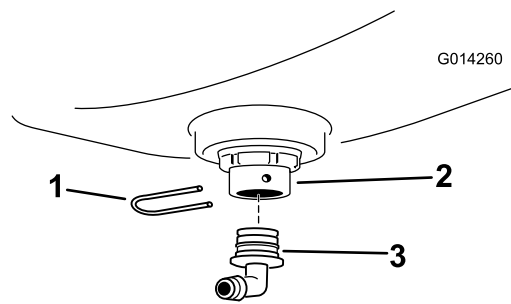

Bild 5
6. Montieren Sie ein gezahntes 90°-Anschlussstück am Schottanschlussstück und befestigen es mit einer Haltegabel (Abbildung 5).